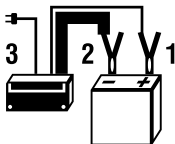

Fig. 2 – Sequência para ligar o carregador na bateria
3. Conecte a garra vermelha do carregador no polo positivo da bateria (posição 1 da Fig. 2).
4. Conecte a garra preta do carregador no polo negativo da bateria (posição 2 da Fig. 2).
5. Conecte o plugue na tomada (posição 3 da Fig. 2).
7. Desconecte o plugue da tomada (posição 3, Fig. 2).
8. Desconecte a garra preta do polo negativo da bateria (posição 2, Fig. 2).
9. Desconecte a garra vermelha do polo positivo da bateria (posição 1, Fig. 2).